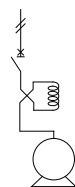

Fig. 3
- fig 3 : Protection moteur pouvant fonctionner en générateur